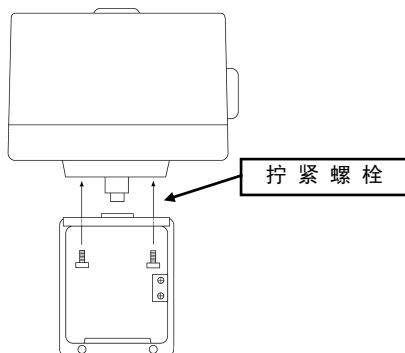

图 3
- (1) 由于采用六角头头部带孔螺栓(M10×25)，请使用六角扳手将其安装到执行器上。以90度为单位可以将执行器朝着任意方向安装。(参照图3)